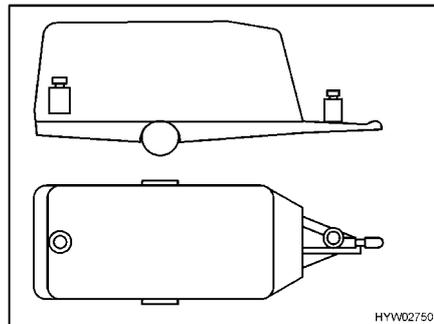

Fig. 7 Distribución incorrecta del peso
**Carga incorrecta** Las cargas por separado (Fig. 7) dan un gradiente de centrifugación.